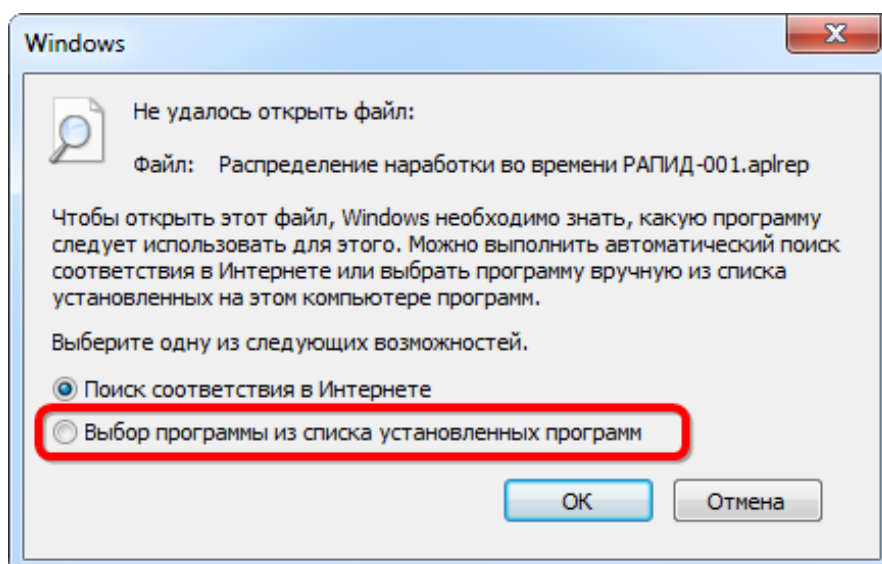

Рис. 15-4 – Окно выбора программ
1) Если файл конструктора отчетов с расширением APLREP открывается впервые, появится предупреждающее сообщение о необходимости выбрать соответствующую программу (рис. 15-4).